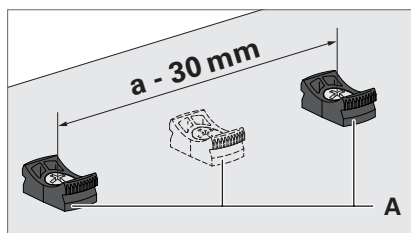

Fig. 1: Montaggio degli elementi di fissaggio.
- ▶ Montare gli elementi di fissaggio **A** parallelamente con viti idonee sulla superficie di montaggio, vedi Fig. 1.